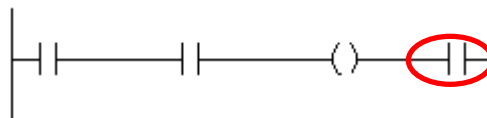

Figura 53. Imposibilidad de situar contactos después de una salida.
f) Después de una salida OUT no se puede colocar contacto alguno, tal como se muestra en la figura 53.